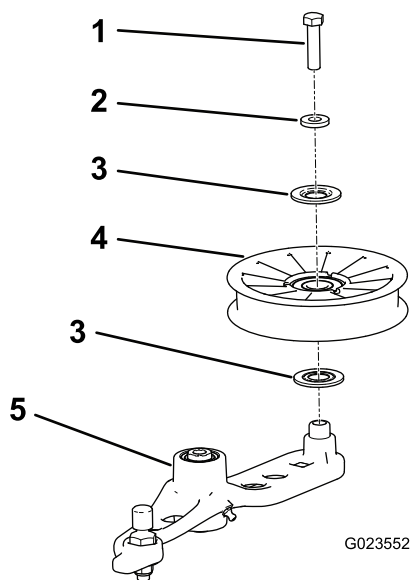

Figura 59
6. Retire o parafuso que fixa a antiga polia tensora ao braço tensor e instale uma nova polia (Figura 59).